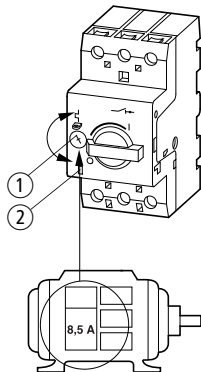

Abbildung 1: Motorschutzschalter
Die Motorschutzschalter PKZM0-.../XTPR...BC1NL und PKZM0-...-T/XTPT...BC1NL werden mit Hilfe einer Stromeinstellscheibe ① (→ Abbildung 1) auf den Motornennstrom eingestellt.
Durch eine zusätzliche Testeinrichtung ② (↔ Abbildung 1, Seite 7) kann die Funktionstüchtigkeit des Schalters kontrolliert werden.